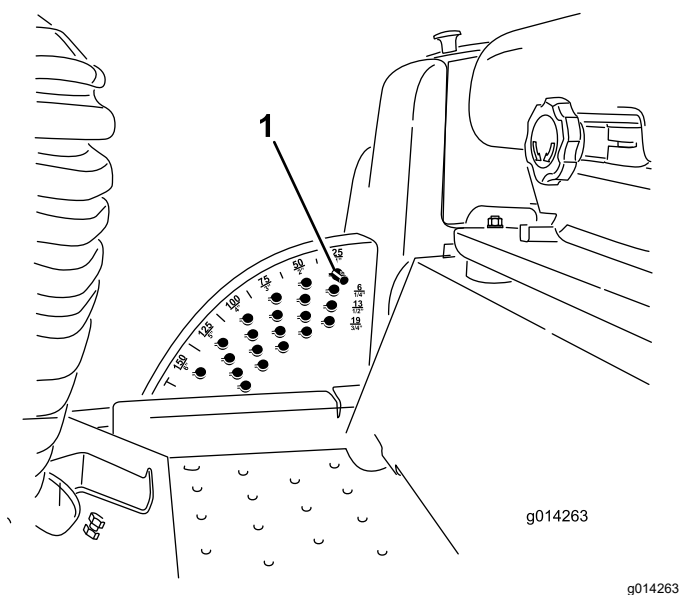

Figura 8
1. Com o motor a trabalhar empurre para trás o interruptor de elevação da unidade de corte até que a unidade de corte esteja completamente levantada e **solte imediatamente o interruptor** (Figura 8).
2. Para ajustar a altura de corte, rode o pino de bloqueio até que o pino do mesmo fique alinhado com as ranhuras nos orifícios no suporte da altura de corte e remova-o (Figura 8).
3. Selecione um orifício, no suporte da altura de corte, que corresponda a altura de corte desejada, insira o pino e rode-o para o bloquear no lugar (Figura 8).
Nota: Existem quatro filas de posições de orifícios (Figura 8). A fila de cima dá-lhe a altura de corte indicada por cima do pino. A segunda fila dá-lhe a altura de corte indicada mais 6 mm. A terceira fila dá-lhe a altura de corte indicada mais 13 mm. A fila de baixo dá-lhe a altura de corte indicada mais 19 mm. Para a posição de 15,8 cm só existe um orifício, colocado